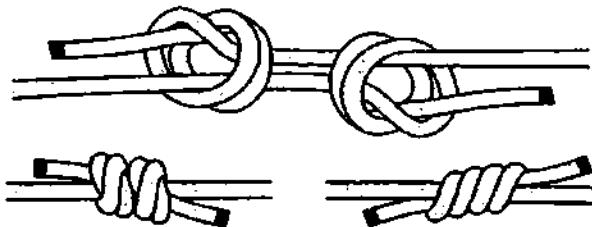

Рис. 785. Двойной рыбачий узел.
*Двойной рыбачий узел* является одним из самых крепких, надёжных и безопасных узлов для связывания лесок и верёвок, как из искусственных, так и из натуральных волокон (рис. 785). *Двойной рыбачий узел* уменьшает прочность верёвки меньше, чем любой другой узел – примерно на 5-10%. Им можно надёжно связывать верёвки одинаковой и разной толщины, верёвки с сердечником и оплёткой. У альпинистов узел используется только для связывания верёвок одинакового диаметра и является у них самым лучшим узлом для связывания двух концов. *Двойной рыбачий узел* не нуждается в контрольных узлах, так как он сильно затягивается и очень трудно развязывается по-